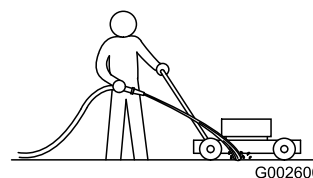

Figura 32
1. Con el motor en marcha sobre una superficie plana pavimentada, dirija un chorro de agua hacia delante de la rueda trasera **derecha** (Figura 32).